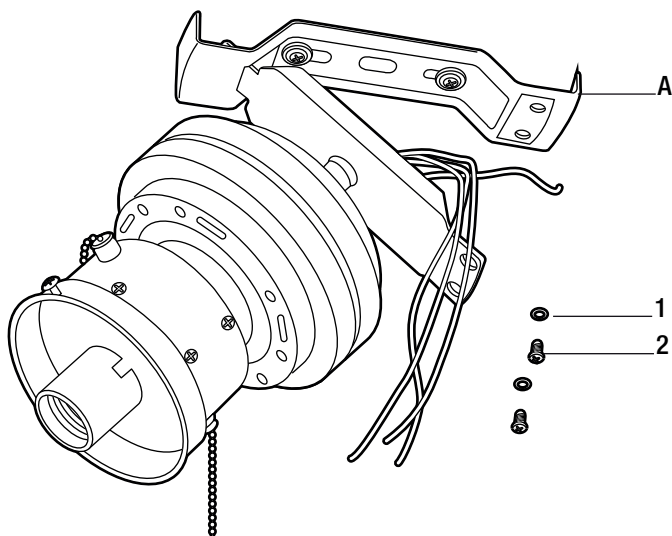

Figura 9
- Haga coincidir los tres agujeros en los dos extremos de la barra de soporte (A) con tres tornillos del colgador. Asegure el ensamblaje del ventilador sobre la barra de soporte (A) usando los tornillos preensamblados (1) y arandelas (2) (Figura 9 y 10).